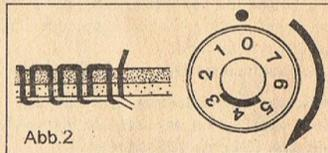

Abb. 2
Um das Nähwerk wieder einzuschalten, drücken Sie, wie in Abb. 2 gezeigt, auf die dem Spulensymbol gegenüberliegende Seite der Handradscheibe. Damit ist das Nähwerk wieder eingeschaltet.
Ziehen Sie den Faden in den Schlitz der Spulenkapsel, und führen Sie ihn dann nach links so unter die Spannungsfeder, daß er aus der Austrittsöffnung herauskommt (siehe Abb. 2).
Oberfadenspannung ist zu schwach. Bedienungsknopf etwas nach rechts drehen (siehe Abb. 2)
2. Nun den Presserdruck-Einstellstift so weit nach unten drücken, bis der gewünschte Nähfußdruck erreicht ist (Abb. 2).